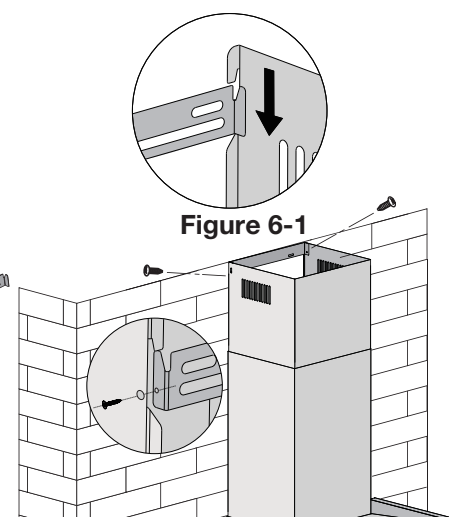

Figure 6-2
- Percez deux trous selon la grandeur du support de montage supérieur. Pour installer la cheminée de sorte qu'elle affleure le plafond, l'orifice du support de montage supérieur doit être positionné à 2,1 cm du plafond si vous fixez la cheminée au support (voir la figure 6-1), ou à 2,6 cm du plafond si vous vissez le support à la cheminée (voir la figure 6-2).
Vissez la cheminée supérieure au support de montage supérieur (voir la figure 6-2).